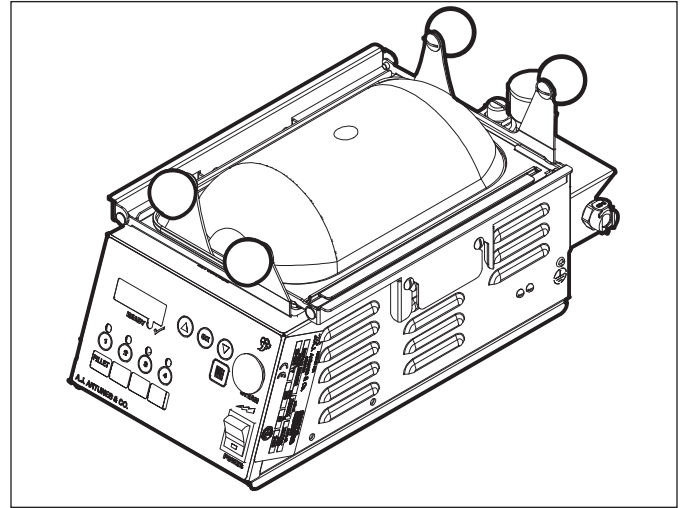

Рис. 1. Настольный пропариватель SS-200TT
- Настольный пропариватель (рис. 1)